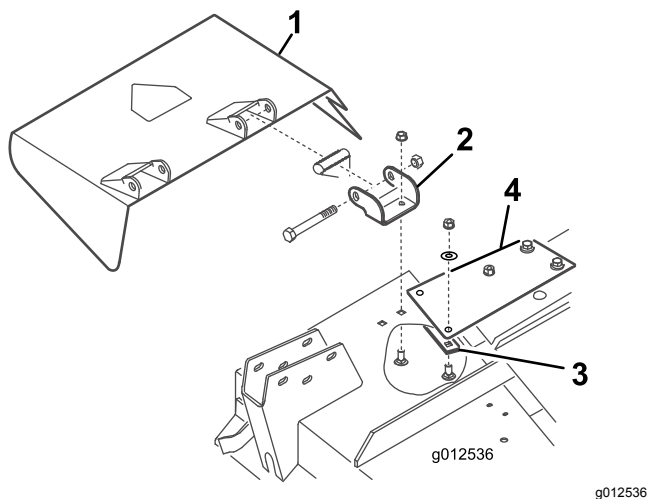

図7
1. デフレクタマウントをピボットブラケットに固定しているボルト本、ロックナット、スプリングを外す(図7)。デフレクタを取り外す。
2. ピボットブラケットをハウジングに固定しているキャリッジボルトとフランジナットを外す 図7。ピボットブラケットを取り外す。外したボルト類は将来に備えて保管する。
3. 補強プレートをハウジング下側に、また、スティフナプレートをハウジング上部に固定しているキャリッジボルト2本、平ワッシャ、ロックナットを外す 図7。